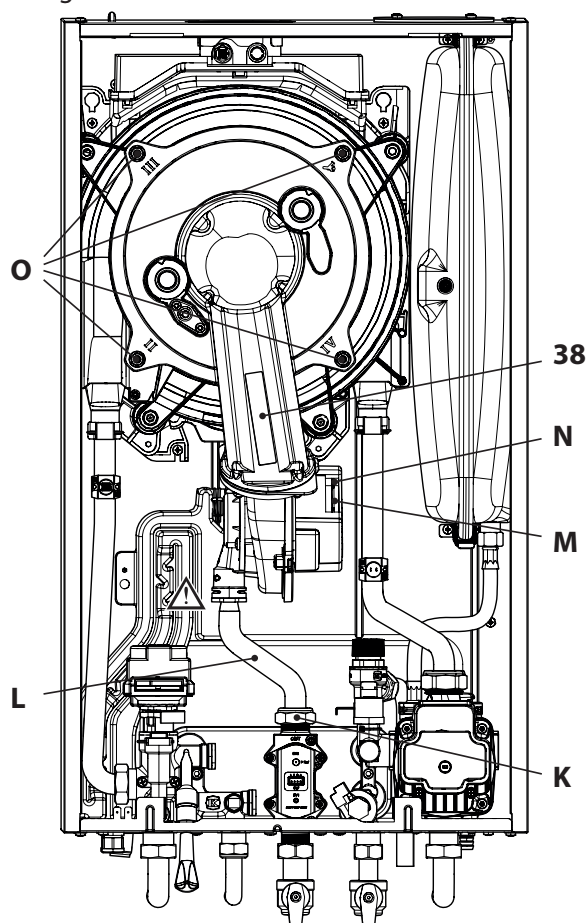

Figura 9.12
Rimozione del gruppo bruciatore ventilatore 38 in Figura 9.12.
- Scollegare il connettore **M** tirandolo verso il basso (Figura 9.12).
- Scollegare il connettore del ventilatore **N** tirandolo verso il basso (Figura 9.12).
- Svitare i dadi **O** e rimuovere il gruppo bruciatore ventilatore 38 (Figura 9.12).